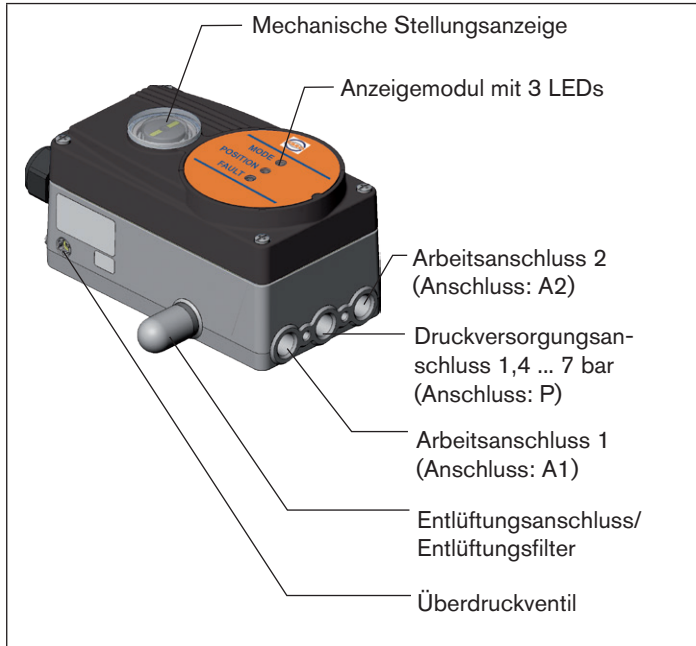

Bild 1: Aufbau, Positioner Type EP 501 B
1) Bei Einsatz des Positioners unter IP67 Bedingungen, muss der Entlüftungsfiter (siehe „Bild 1“) entfernt und die Abluft in den trockenen Bereich geführt werden.